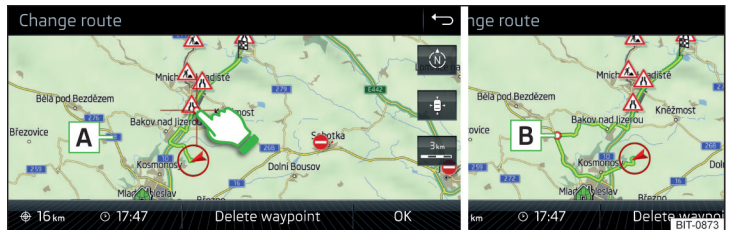

Abb. 237 Routenänderung in der Karte / Routendurchfahrtspunkt
- ▶ Den Bildschirm im Routenbereich berühren und den Kreuzpunkt auf die gewünschte Stelle in der Karte (z. B. **A**) » Abb. 237) verschieben.
Der Durchfahrtspunkt **B** » Abb. 237 wird in die Route eingefügt.